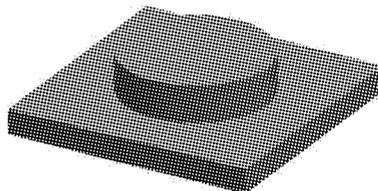

图 1-1-2 圆台造型、加工结果
圆台的造型、加工结果如图 1-1-2 所示。
② 单击曲线生成栏上的“整圆”图标 ，移动光标到坐标原点，单击确定圆心，输入“30”并回车，得到一个以坐标原点为圆心、半径为 30 的圆。右击退出“整圆”命令，按 F2 键退出草图状态。
③ 单击特征生成栏上的“拉伸增料”图标 ，“拉伸对象”选择“草图 1”，在“深度”文本框中输入“15”，单击【确定】按钮之后生成圆凸台实体，如图 1-1-2 所示。